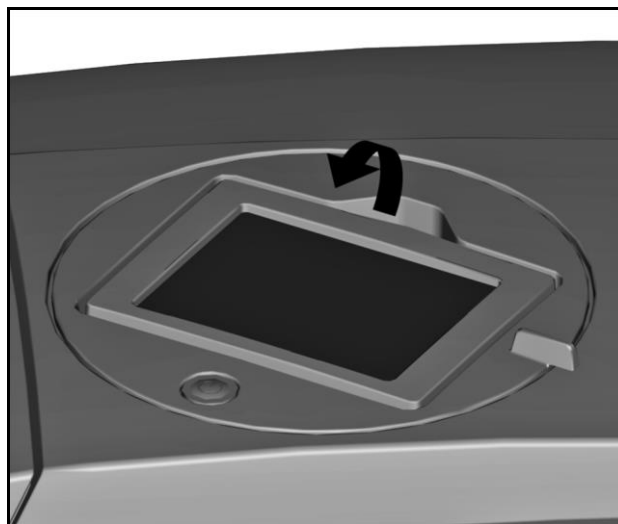

图 11 触摸面板已降下
- 1 将触摸面板抬升到所需的位置（参见“图 11 触摸面板已降下”）。